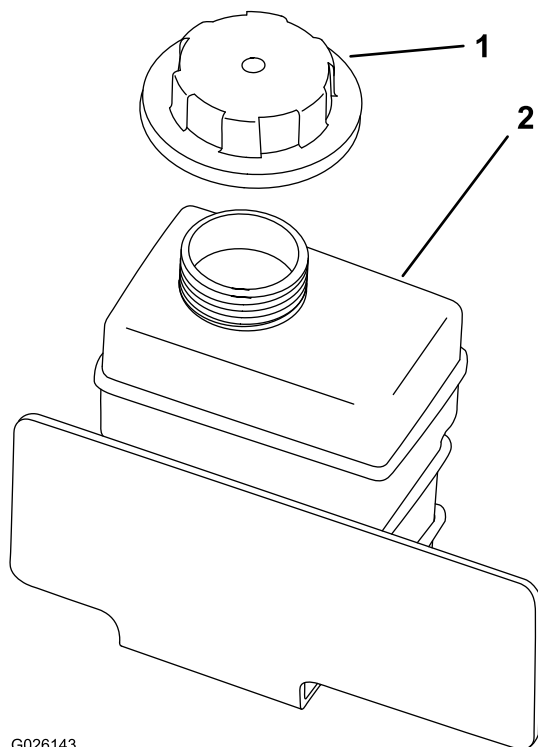

Figura 17
2. Compruebe el nivel de refrigerante del depósito auxiliar (Figura 17).